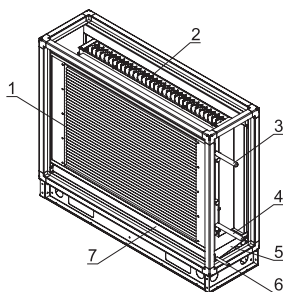

Рисунок 13
Водяной воздухоохлаждатель (рис.13) предназначен для охлаждения и осушения воздуха и представляет собой медно-алюминиевый теплообменник (1), поверхность нагрева которого образована пучком медных труб, оребренных пластинами из алюминиевой фольги. Теплообменник (1) и каплеуловитель (2) установлены на специальные направляющие (7) и образуют разборную конструкцию позволяющую демонтировать их по отдельности. Для слива теплоносителя и выпуска воздуха из контура теплообменника в подводящих и отводящих патрубках (3) и (4) предусмотрены отверстия, закрытые пробкой. Сбор конденсата происходит в поддоне (5). Удаление конденсата из поддона происходит через сливную трубку (6).